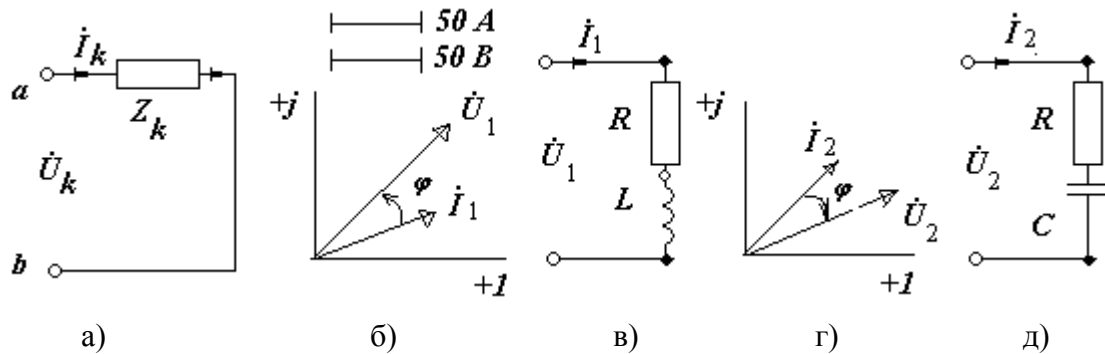

Рис. 2.3. Схемы и векторные диаграммы к задаче № 2.3
Комплексы действующих значений напряжения $\dot{U}_k$ и тока $\dot{I}_k$ цепи (рис. 2.3) с комплексной нагрузкой $\underline{Z}_k$ представлены в показательной и алгебраической форме в таблице 2.3. В каждом варианте представлено по два значения напряжения и тока (например, $\dot{U}_1$, $\dot{I}_1$ и $\dot{U}_2$, $\dot{I}_2$), записанных в соответствующей форме. Соответственно, каждому варианту соответствует комплексная нагрузка, например, $\underline{Z}_k$, имеющая активную $\text{Re}Z_k$ и реактивную
– выбираем масштабы для векторов напряжения и тока (рис. 2.3, б), например, 1 см - 50 А; 1 см - 50 В;
16. Рисуем схему замещения для исследуемого варианта. Поскольку вектор $\dot{U}_1$ опережает вектор $\dot{I}_1$ на угол $19,08^\circ$, то делаем вывод, что нагрузка активно-индуктивная, т.е. содержит идеальную индуктивность и резистор (рис. 2.3, в).
29. Построим векторную диаграмму токов и напряжений для исследуемой цепи (рис. 2.3, з, д). Нагрузка – активно-емкостная.